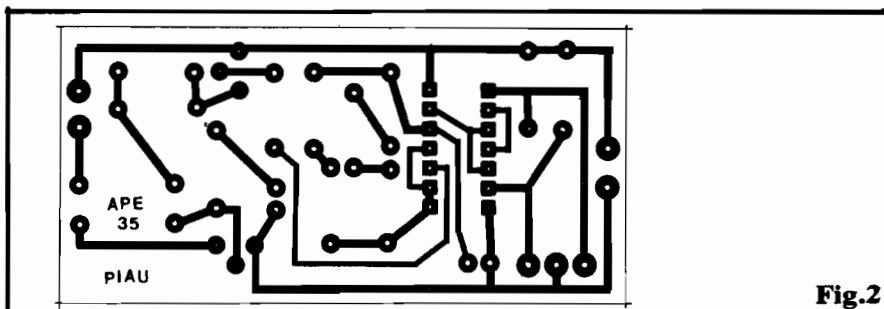

Fig.2
- **FIG. 2 - LAY OUT DO CIRCUITO IMPRESSO** - A plaquinha mostra desenho suficiente para que até mesmo um iniciante "se vire" bem na sua confecção, desde que possua os necessários materiais para a traçagem, corrosão, furação e limpeza... De qualquer forma, recomendamos seguir com "fanatismo" as INS-